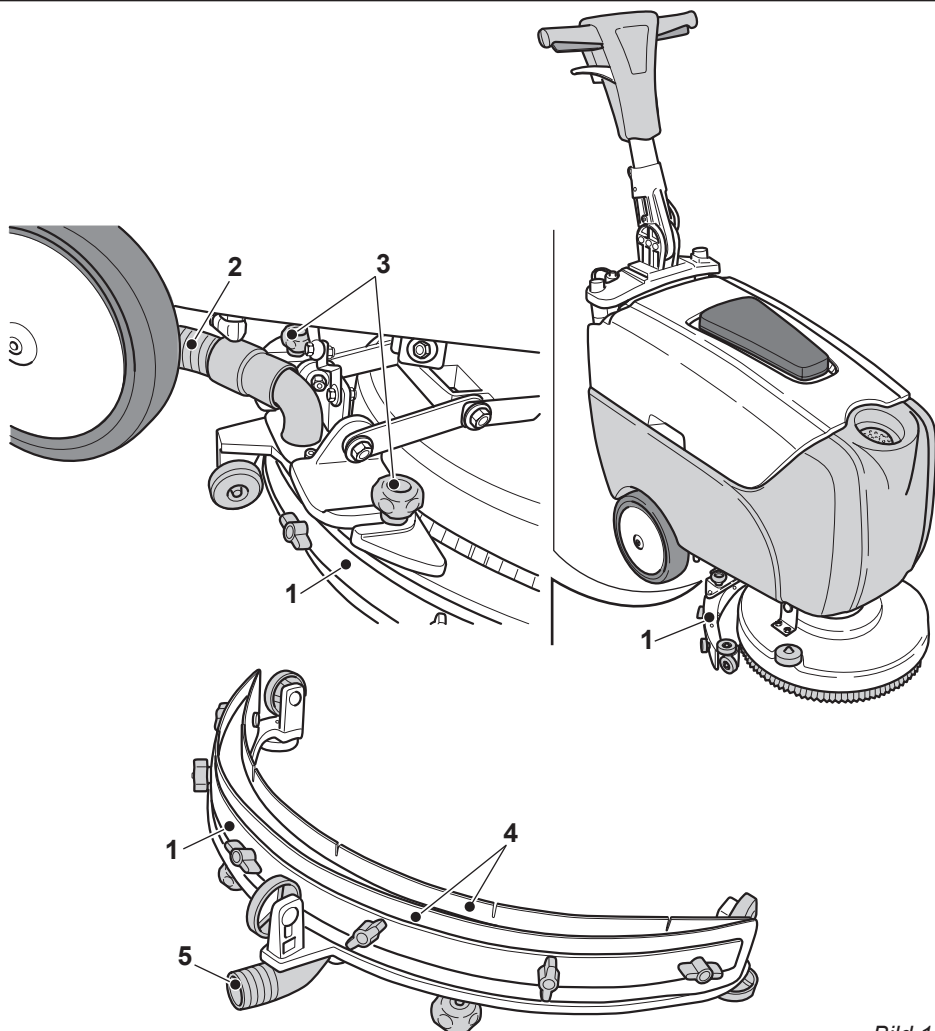

Bild 16
11.1.c - Rengöring av torkare (Bild 16)